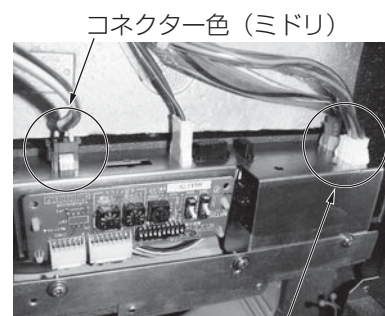

図23 コネクター色（シロ）
(4) 自動昇降パネルのベーンモーターリード線を本体制御ボックスの同色コネクターに確実に差込んでください。（図23）